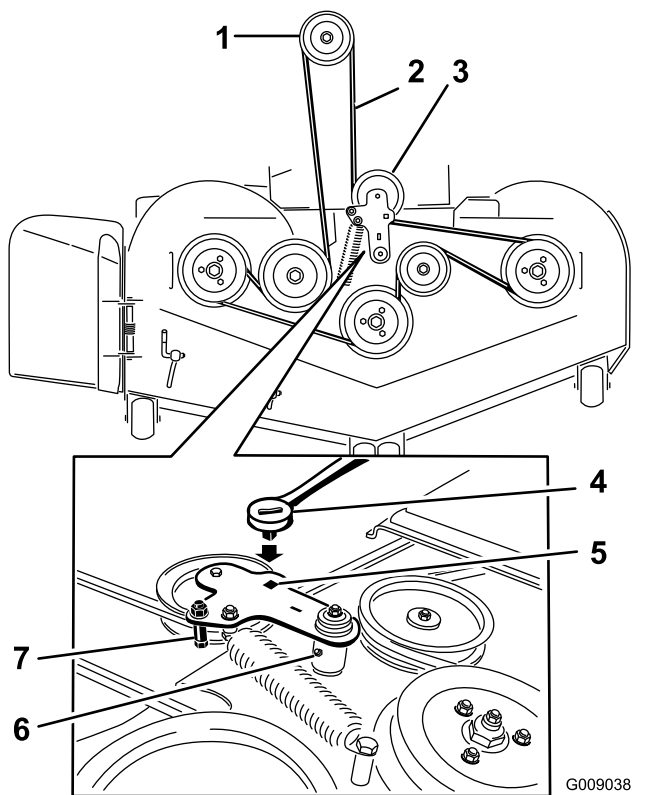

Figura 95
8. Inserite un cricchetto nel foro quadrato del braccio di rinvio per allentare la molla del tenditore (Figura 95).
10. Montate la nuova cinghia attorno alle pulegge del tosaerba e alla puleggia della frizione, sotto il motore (Figura 95).
11. Ruotate e accertatevi che l'aletta guidacinghia sia a contatto con il mozzo del perno (Figura 95).
12. Utilizzate un cricchetto nel foro quadrato per installare la cinghia attorno alla puleggia tendicinghia a molla (Figura 95). Inserite le estremità della molla nelle scanalature di ancoraggio.